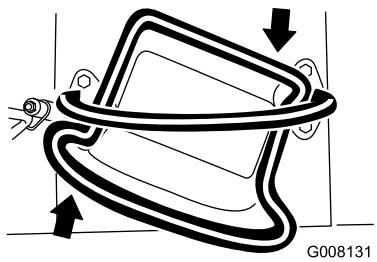

Bild 9
- Drehen Sie den Fahrantrehshebel nach rechts, um nach rechts zu fahren (Bild 9).